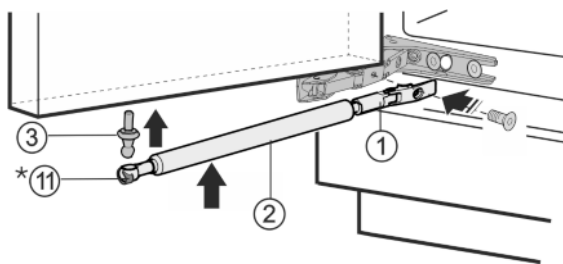

Fig. 6
- ▶ Вкрутіть сферичну цафку Fig. 6 (3) в новий фіксуєчий отвір (з зусиллям 4 Нм) (Torx® 25).
- ▶ Знову посуньте натяжну пружину Fig. 6 (11) всередину.*
- ▶ Закрутіть кронштейн Fig. 6 (1) (із зусиллям 3 Нм).
- ▶ Вставте демпфер Fig. 6 (2) у сферичну цафку.